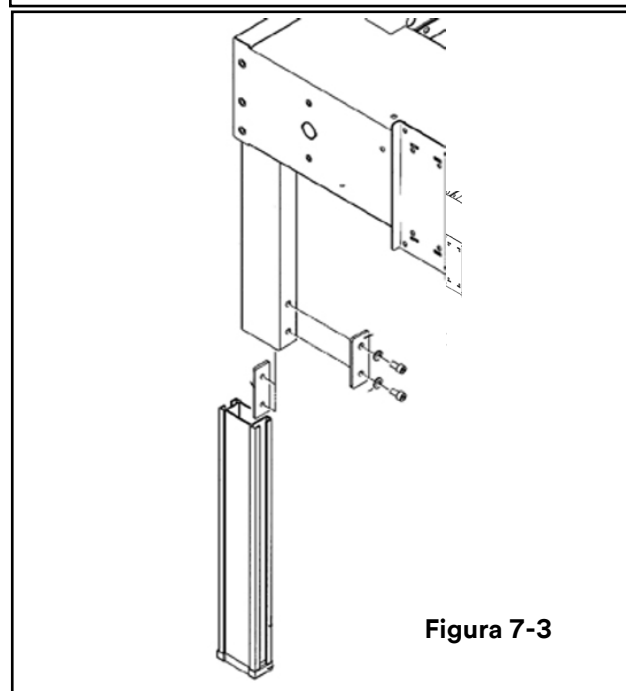

Figura 7-3
- 2 - Regolare l'altezza del piano della macchina. Il sistema di sigillatura-asciatole è provvisto di quattro gambe regolabili poste agli angoli del telaio della macchina (**Figura 7-3**). Fare anche riferimento alla sezione "Specifiche".